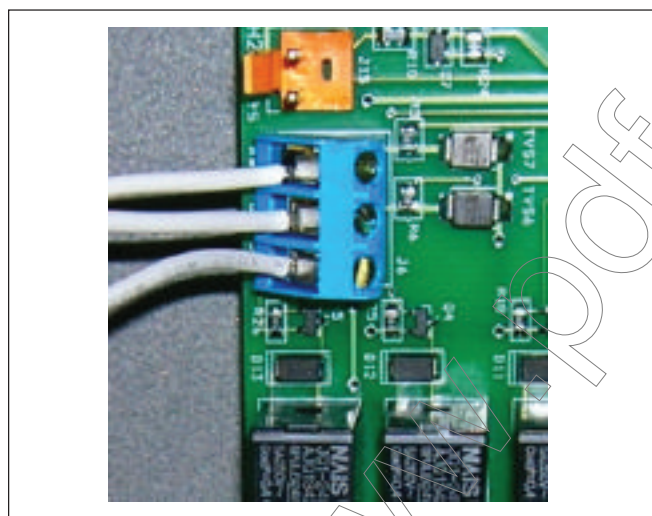

Figura 25. Conexión Pool-Off-Spa remota (conexión de 3 cables)
4. Conecte el cableado desde el sistema de control de la piscina/spa hasta la terminal de control remoto del calentador. Véase Figura 25.